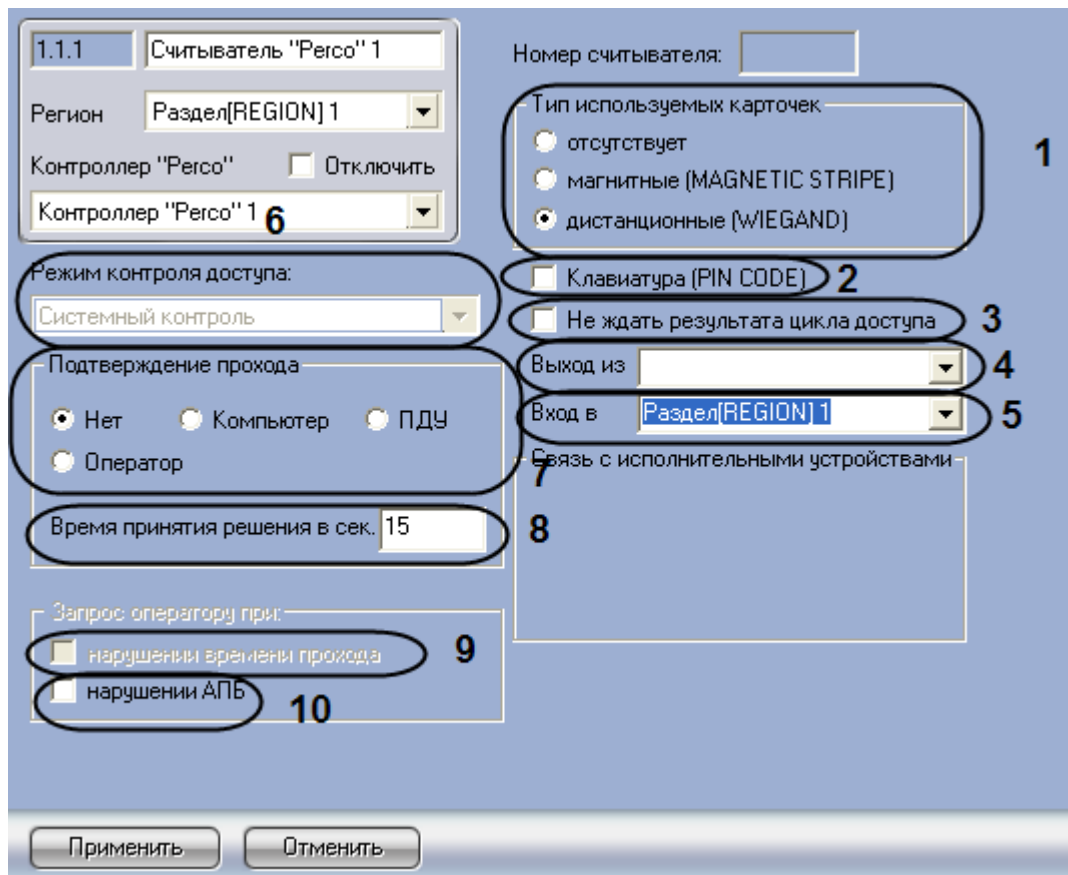

Рис. 3.6—2. Настройка считывателя Perco
2. Установить переключатель **Тип используемых карточек** в положение, соответствующее используемому типу карт доступа. Если карты доступа не используются, следует установить переключатель в положение **Отсутствует** (см. Рис. 3.6—2, 1).